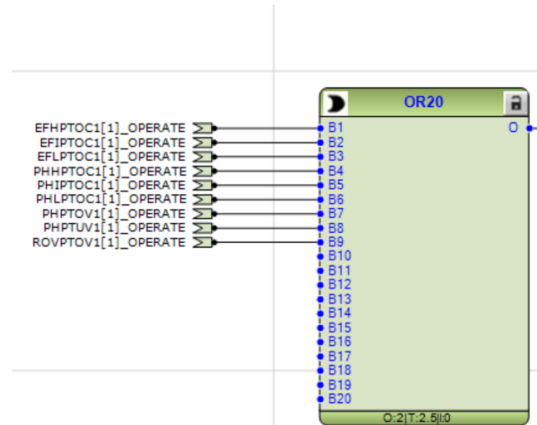
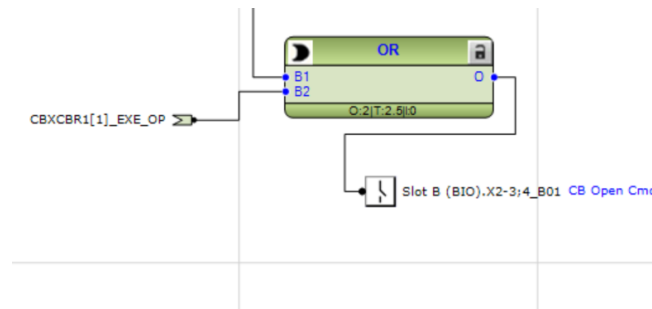
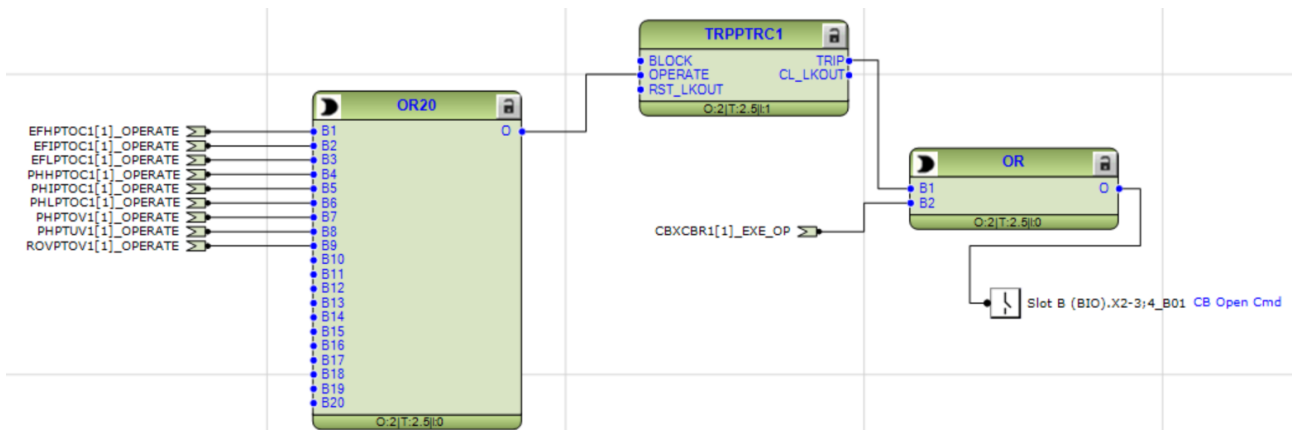

Imagen 280_Conexión de variables existentes a los puertos de entrada del bloque OR20
Imagen 281_Conexión de una variable existente al puerto de entrada B2 y una nueva variable de salida al puerto de salida O del bloque OR.
Imagen 282_Interconexión de los bloques OR20 a la entrada OPERATE y del bloque OR a la salida TRIP de bloque TRPPTRC1 .
- Obsérvese la **Imagen 280**, **Imagen 281** e **Imagen 282**.